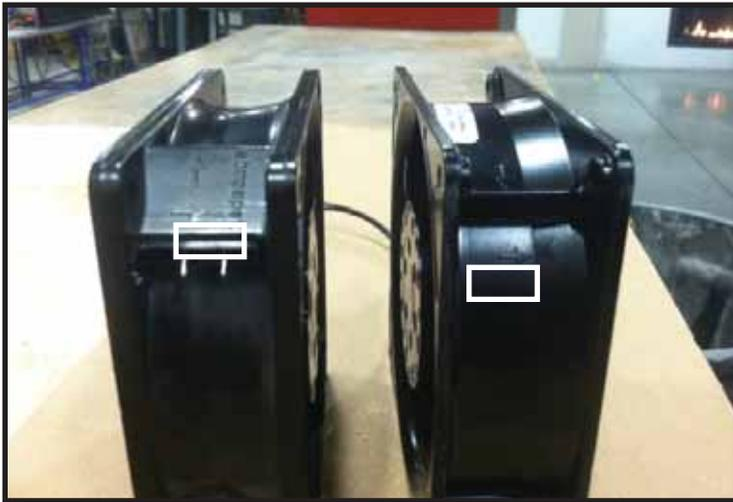

Figure 8.20. La flèche indique la direction du flux d'air
9. Placez le ventilateur de manière à ce que la flèche sur le côté du ventilateur, pointe vers l'intérieur de l'appareil. Les flèches sont mises en évidence dans les cadres blancs à la figure 8.20.